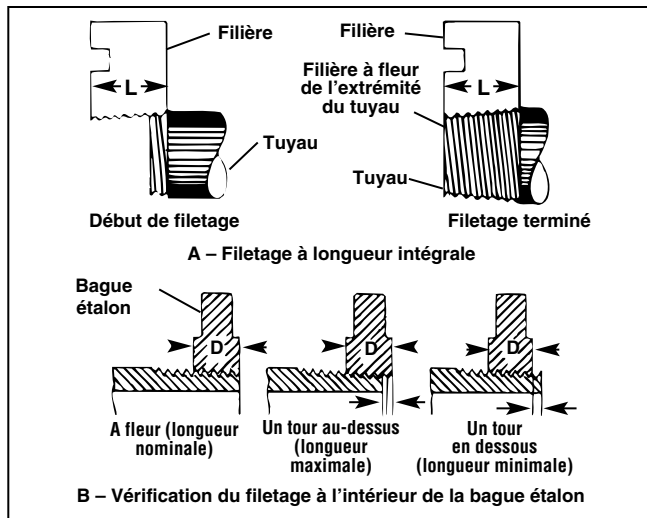

Figure 11 – Vérification de la longueur des filetages
1. La longueur de filetage appropriée est atteinte lorsque l'extrémité du tuyau arrive à fleur du bord des filières (Figure 11).